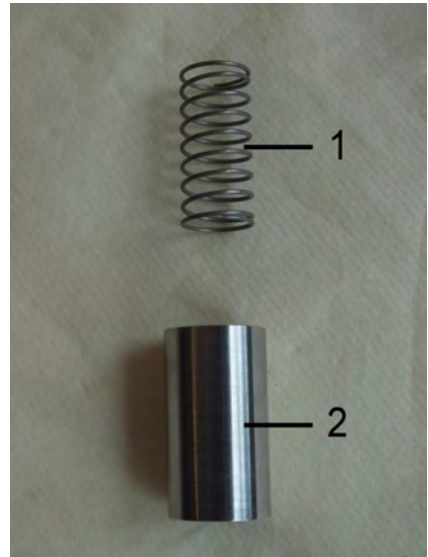

Abb. 43: Feder und Schwebekörper
- 12.** ▶ Feder (Abb. 43/1), und Schwebekörper (Abb. 43/2) als Innenteile des Strömungswächters